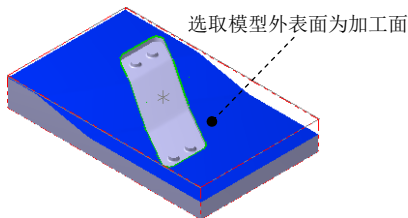

图 14.31 选取加工面
Step1. 选择加工方法。选择下拉菜单 **刀具路径 (T)** → **曲面精加工 (F)** → **精加工平行铣削 (F)...** 命令。
(1) 在图形区中选取图 14.31 所示的曲面 (共 8 个)，然后按 Enter 键，系统弹出“刀具路径的曲面选取”对话框。
(2) 设置加工边界。在 **Containment boundary** 区域中单击 **鼠标** 按钮，系统弹出“串连选项”